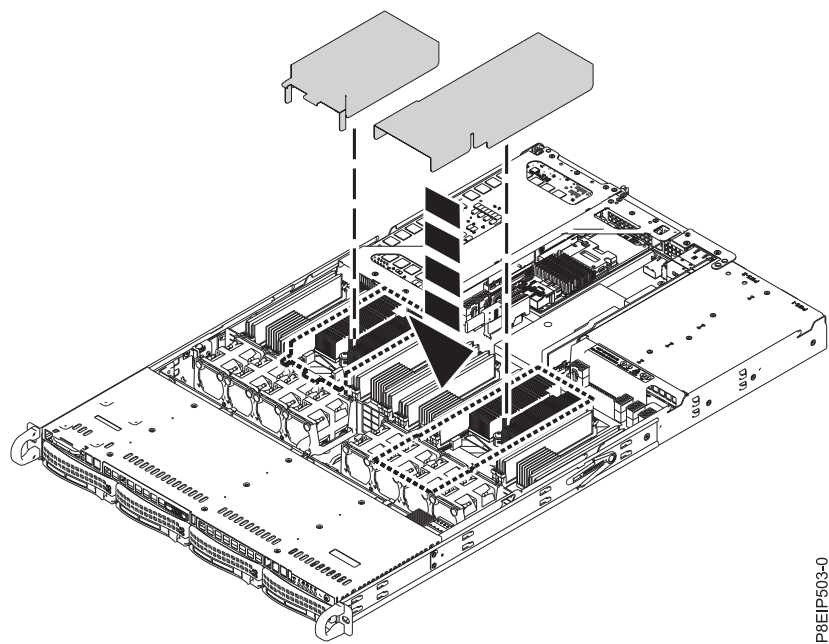

図 73. プロセッサ・エア・バッフルの取り付け
7. プロセッサ・エア・バッフルを取り付けます (図 73 を参照)。 バッフルの端をファン・サポートに挿入します。次に、バッフルを所定の位置に慎重に押し込みます。